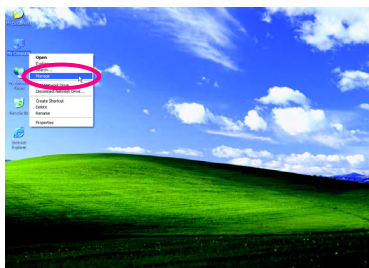
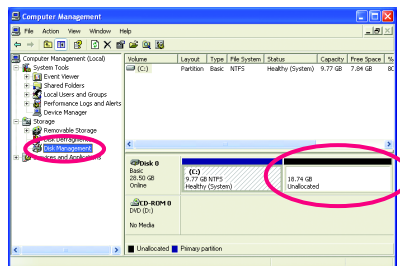

図 4
図 5
4. オペレーティングシステムのインストール後、デスクトップの**マイコンピュータ**アイコンを右クリックし、**管理**を選択します(図4)。コンピュータ管理に移動して、ディスクの割り当てをチェックします。Xpress Recovery2 はバックアップファイルを割り当てられていないスペースに保存します(上の黒いストライプ)(図5)。割り当てられていないスペースが不十分だと、Xpress Recovery2 はバックアップファイルを保存できません。